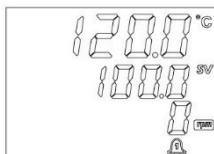

Рисунок 21
9.2.1. Признаки: нагрев прекращается, подаётся звуковой сигнал, в нижней части дисплея отображается символ тревоги 1 (Рисунок 21), текущая температура превышает заданную более чем на 20°C.